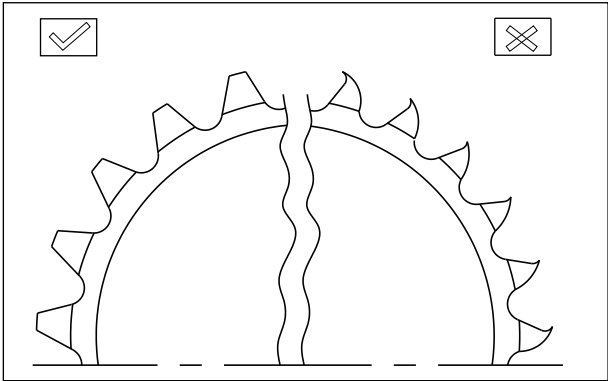

Fig. 6.77
- Inspeccione os dentes da coroa de transmissão quanto a desgaste. Se estiverem desgastados, conforme ilustrado (Fig. 6.77), substitua a coroa de transmissão por uma nova.